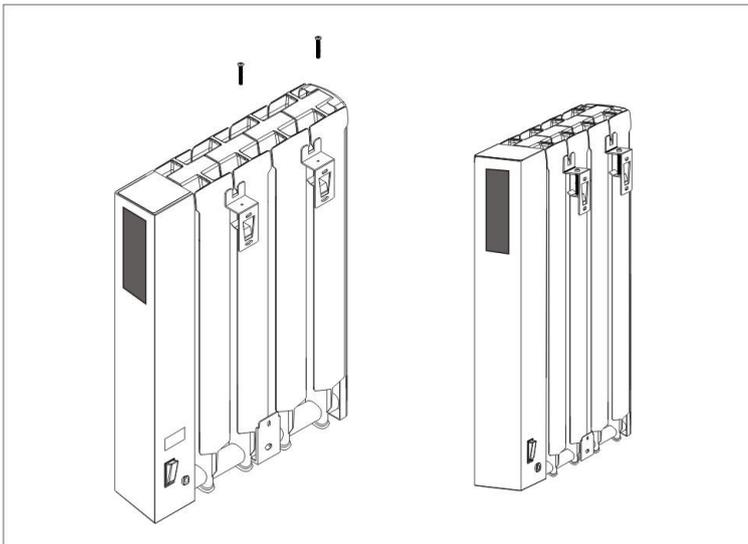
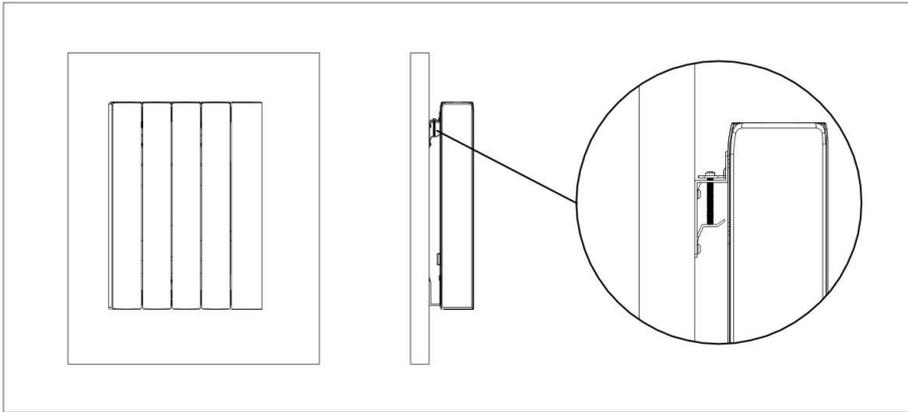

Abbildung 5
Abbildung 6
5. Sichern Sie den Heizkörper mit den Sicherungsschrauben an den Halterungen, um ein unbeabsichtigtes Lösen des Heizkörpers aus seiner Halterung zu verhindern. Abb.5, Abb.6